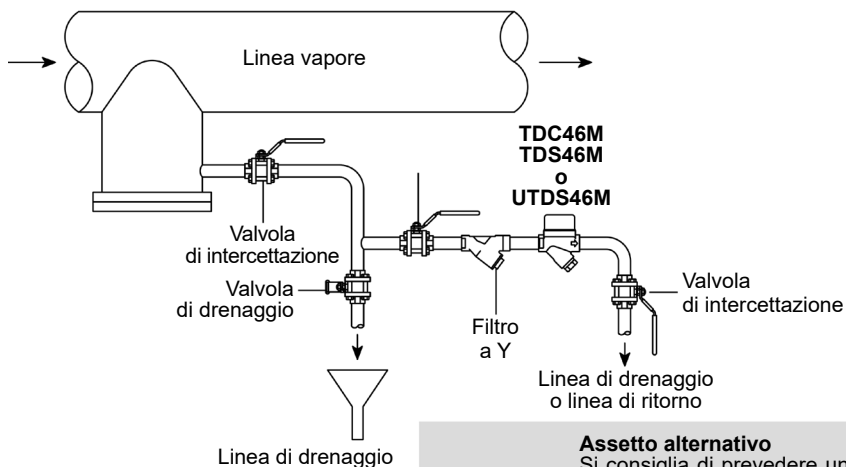

Fig. 3 - Installazione tipica
- 3.2** Determinare la corretta posizione di installazione e la direzione di flusso del fluido. La direzione del flusso è chiaramente marcata sul corpo dello scaricatore e/o sull'attacco alla linea. In Fig. 3 è illustrata un'installazione tipica.